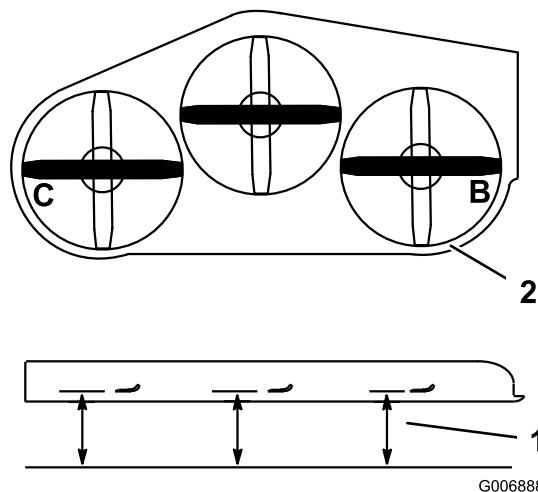

Figura 83
3. Posicionar as lâminas lado a lado. Medir nas localizações **B** e **C** desde uma superfície nivelada até à aresta de corte das pontas das lâminas (Figura 83).